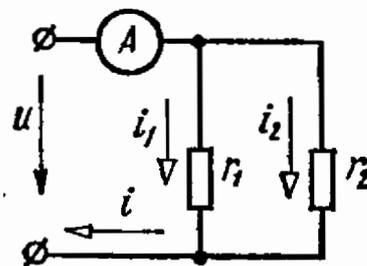

Рис. 4.7
4.7. Амперметр в неразветвленной части цепи, изображенной на рис. 4.7, показывает $15,4$ А.